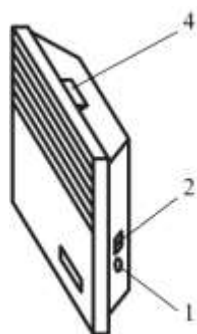

Рис.6 Размещение органов управления конвекторов (IP20)
5.8 Переведите клавишу выключателя (клавиши ступенчатого регулятора мощности) в отключённое положение «0», ручку термостата установите в положение «❄» (совместите знак «❄» на ручке с меткой на корпусе конвектора или блока управления). Конвектор готов к работе (расположение органов управления конвектором приведено на рис. 6, 7).